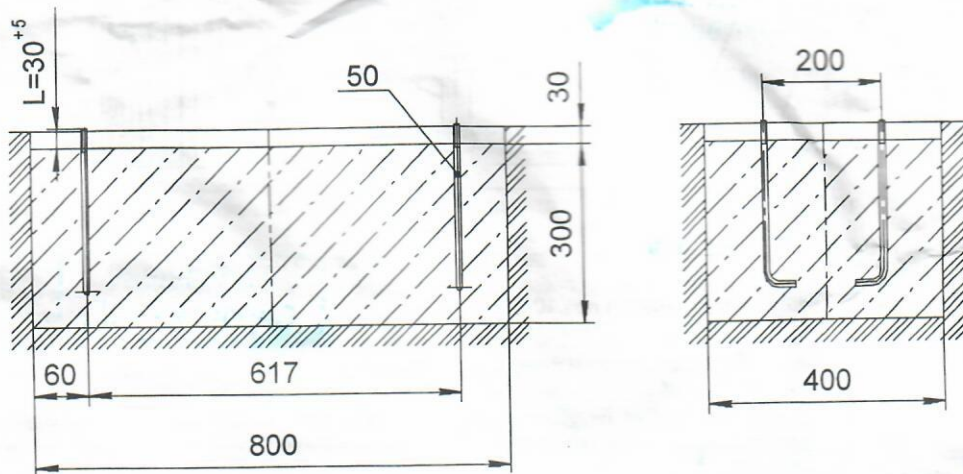

Рис.2
- Установить в приямок болты анкерные (поз.50) по размерам на рис.2. Произвести заливку приямка бетоном. Поверхность бетона выровнять горизонтально по уровню.Бетон фундамента – класса В 15. Объем бетона – 0,1 куб. м.